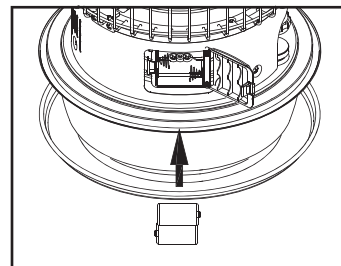

Fig. 15
- **2 BATERÍAS – TAMAÑO "C"** – las baterías se instalan en la parte trasera del calentador. Reemplazar con baterías nuevas. (Fig. 15)